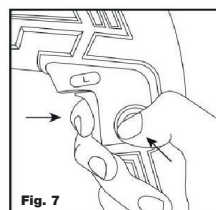

Fig. 7
2. Pressione e segure o interruptor, em seguida pressione o botão de trava de uso contínuo (9) (Fig. 7).